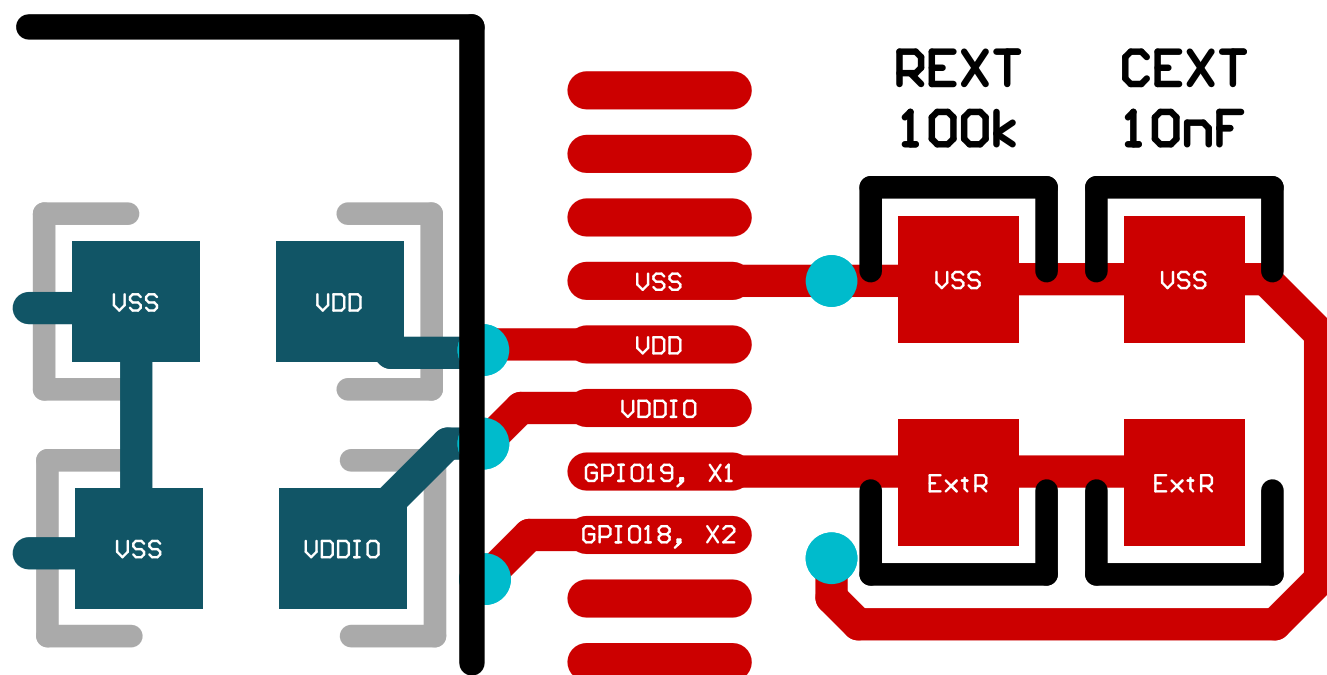

図 6-22. ExtR の PCB レイアウト例
- 図 6-22 に示すように、ExtR 配線の周囲に VSS によるガード・トレースを配置することを推奨します